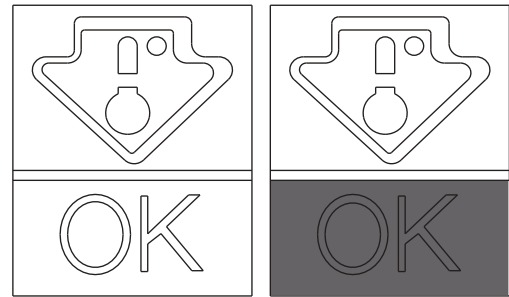

Abb. 6
• Damit Aroma, Gehalt und Frische der Speisen bestmöglich erhalten bleiben, sollten sie wie in Abbildung 6 ersichtlich im Kühlraum untergebracht werden. Die Speisen sollten in Alu- oder Kunststoffolie oder in entsprechenden Behältnissen mit Deckel verpackt sein, um Kreuzkontaminationen zu vermeiden.
Die Temperaturanzeige prüfen, die Anzeige OK muss deutlich erkennbar sein (Abb. 6). Ist die Anzeige nicht sichtbar, bedeutet dies, dass die Temperatur zu hoch ist: